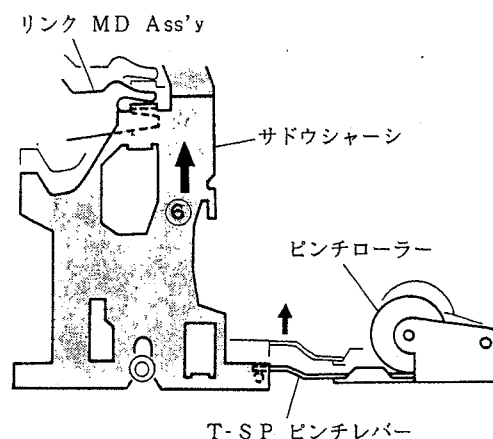

Fig. 23-2
- 2) 1)の作動と同時にリンク Ass'y MDが図の位置 (図 23-2 参照) でサドウシャーシを矢印⑥方向に作動させると同時に、T-SPピンチレバーを押し上げます。さらにアームヘッドとサドウシャーシに押されPLAY状態になります。(図 22-3 参照)